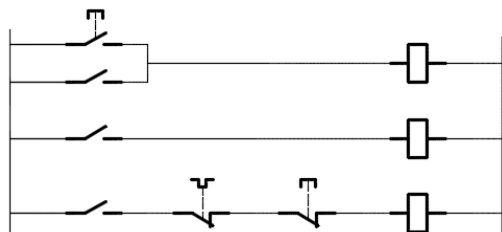

图 12-79 绘制相关连线
9) 绘制相关连线。使用 LINE 命令绘制相关的连线，如图 12-79 所示。如果之前某个图块的放置位置不合适，则根据连线位置关系调整其放置位置。